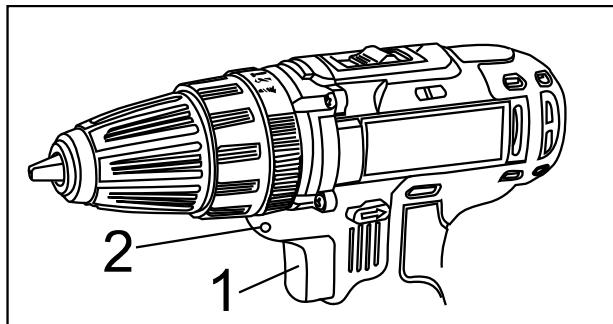

рис.7
Встроенная подсветка (2) включается автоматически при нажатии кнопки включения (1) (рис.7) и автоматически выключается при ее отпусканнии.